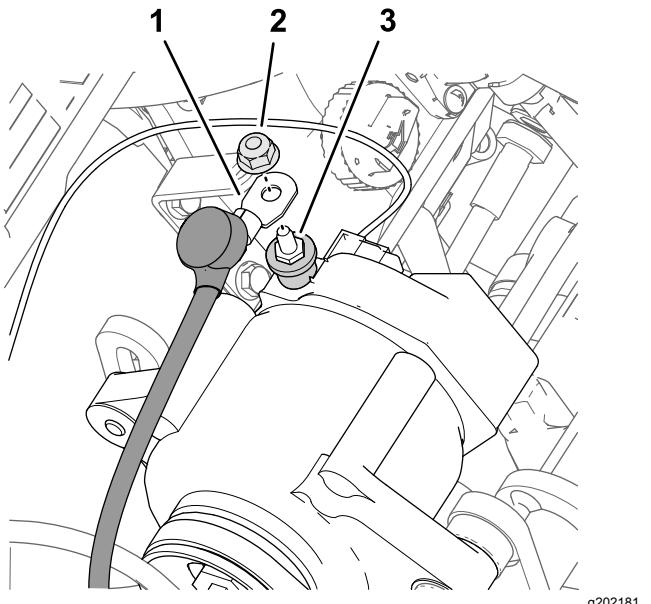

Figura 186
- 3. Retire a porca do terminal (Figura 186) do alternador (50 A).